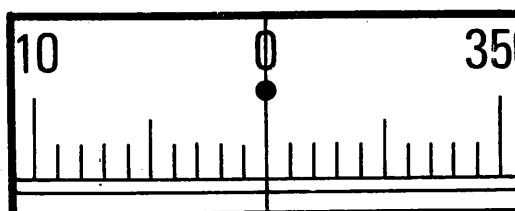

図4.4
- 2) A点を視準し、水平目盛盤窓⑪を見ながら水平目盛盤回転リング⑩を回して $0^\circ$ に合わせます。(図4.4)